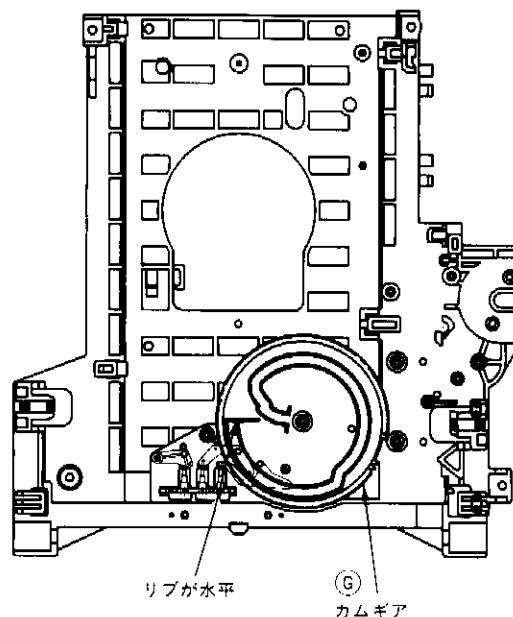

図1-9
2. カムギア③を図1-9のようにリブが水平になる様に向けて挿入する。